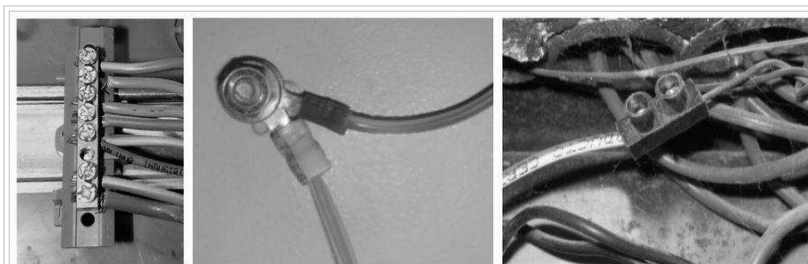

Fig. 1 : Conexión de tierra
- En los casos en que el tablero del cual se toma energía cuente con una bornera de tierra, el conductor de tierra de la nueva derivación se conectará a una de las posiciones libres de dicha bornera (Fig. 1 izquierda).
- Si el tablero cuenta únicamente con un tornillo con tuerca en el cual se unifican las tierras de las distintas derivaciones, la tierra de la nueva derivación se conectará mediante un terminal de compresión (tipo anillo) adecuado al tornillo existente (Fig. 1 centro).
- Si el tablero no cuenta con ninguna de las soluciones antes mencionadas deberá identificarse el conductor principal de tierra y sin cortar el mismo se le colocará una pieza de unión (del tamaño apropiado en función de la sección del conductor), y a dicha pieza se conectará el conductor de tierra de la nueva derivación (Fig. 1 derecha).